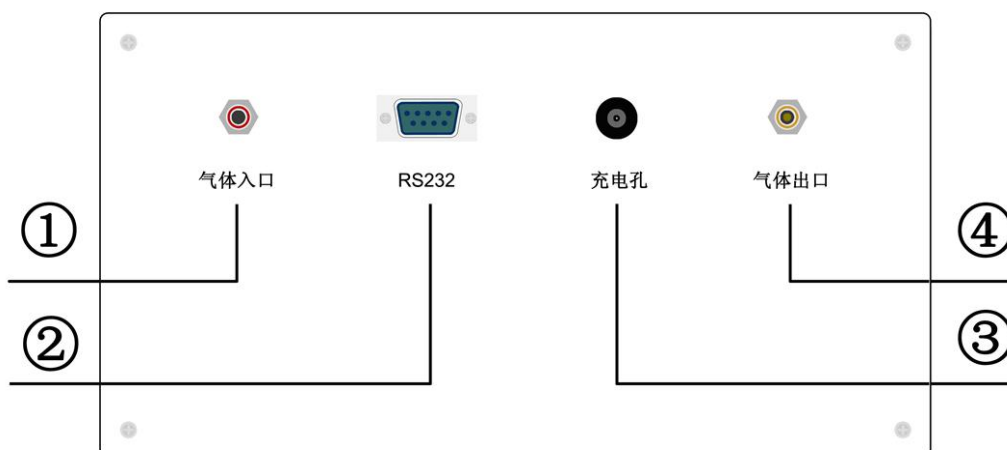

图 2 后面板布局图
- ①液晶屏      ②流量调节      ③电源开关      ④状态指示
2、仪器后面板布局图如图 2 所示。